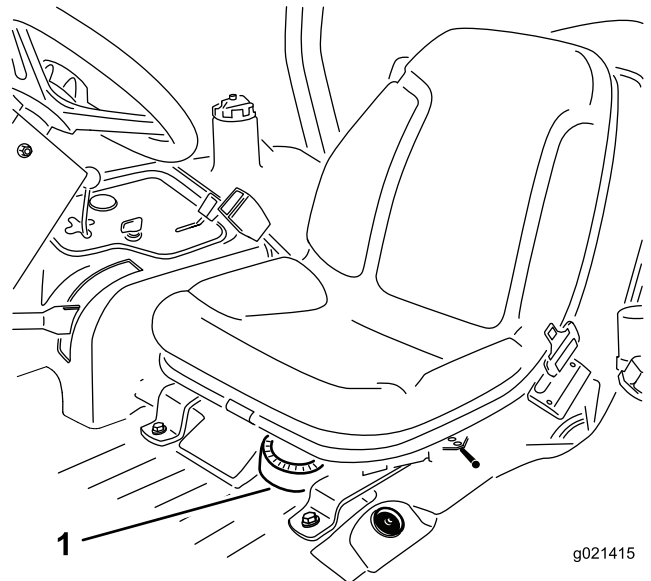

図 54
1. ポンプへのアクセスを確保するために車体から運転席を外す図 54。